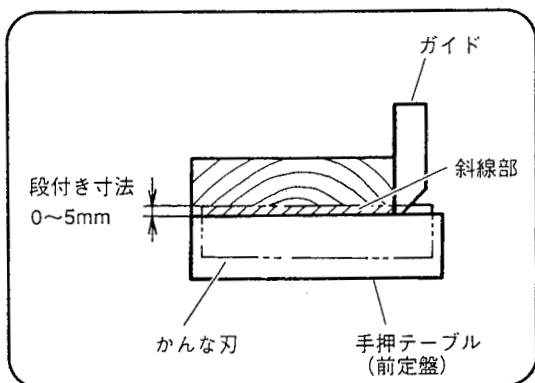

図 15
- (2) 図 15 の斜線部を希望の段付き寸法となるよう切削します。このときの最大切込み量は 5 mm です。